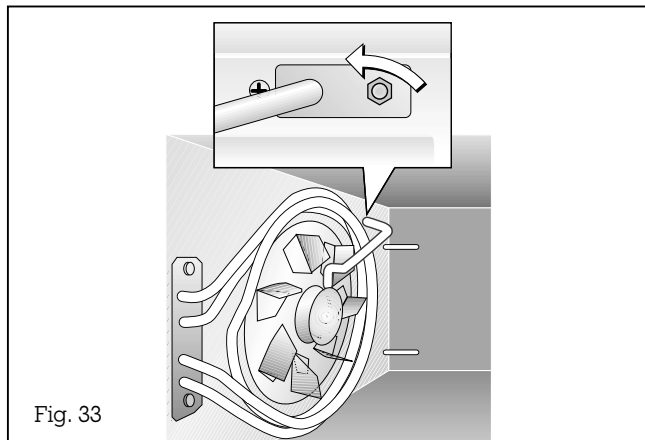

Fig. 33
- Smontare il tubo di alimentazione rimuovendo dapprima il dado (apertura chiave 8) e sfilare quindi il tubo dal supporto (Fig. 33).